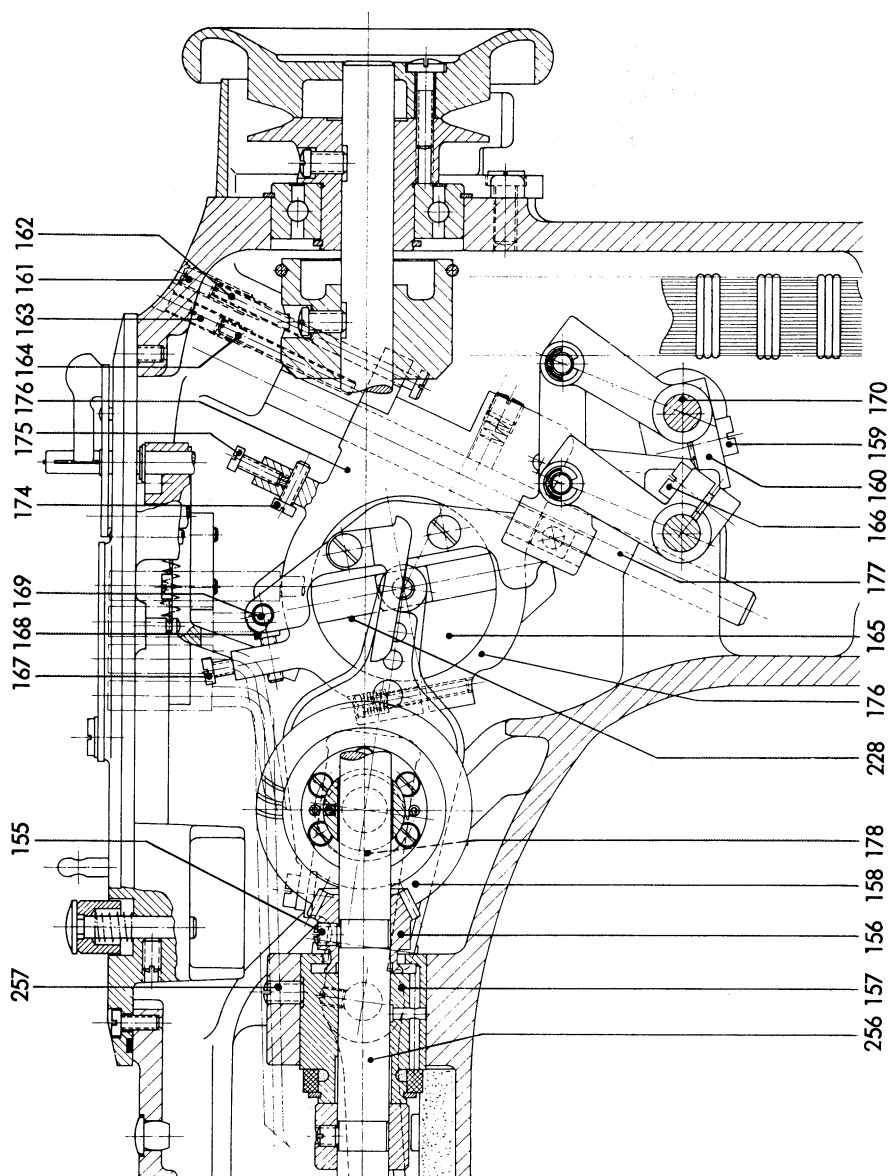

Abb. 26
4. Klemmschrauben 155 (Abb. 26) lösen, das Kegelrad 156 festhalten und durch Drehen am Handrad die Armwelle derart verdrehen, daß die Nadel so pendelt wie vorstehend angegeben.
a) Einstellen der maximalen Überstichbreite (Abb. 26)
Zum Einstellen der Stichlagenverstellung stellt man bei **Stichlage „Rechts“** den Stichlagenhebel 84 (Abb. 15) bis zum fühlbaren Anschlag auf „R“ sowie durch Drehen des Handrades in Drehrichtung den Exzenter 178 (Abb. 26) in seine **höchste Stellung** und bei **Stichlage „Links“** den Stichlagenhebel 84 bis zum fühlbaren Anschlag auf „L“
Das Korrigieren dieser Einstellungen kann für die Stichlage „Rechts“ nach Herausschrauben der Konterschraube 163 (Abb. 26) und Verdrehen der Anschlagsschraube 164 sowie für die Stichlage „Links“ nach Herausschrauben der Konterschraube 161 und Verdrehen der Anschlagsschraube 162 vorgenommen werden.
Bei auf „M“ stehendem Stichlagenhebel 84 (Abb. 15) und auf „0“ stehendem Stichbreitenhebel 80 muß die Zickzackkulissee 165 (Abb. 26) so eingestellt sein, daß beim Durchdrehen der Maschine die Nadelstange in seitlicher Richtung vollkommen still steht.
2. die Klemmschrauben 166 und 167 (Abb. 26) lösen;
Zum Korrigieren dieser Einstellung müssen die Klemmschraube 159 (Abb. 26) gelöst und der Kloben 160 auf der Achse 170 entsprechend verdreht werden. Nach vorgenommener Einstellung ist die Klemmschraube 159 wieder fest anzuziehen.